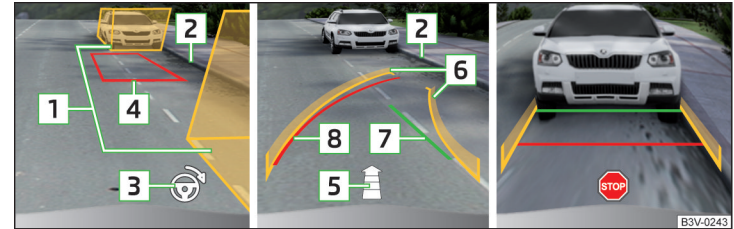

Abb. 186 Displayanzeige
- Das Fahrzeug so anhalten, dass sich kein Hindernis in der Lücke zwischen den Hilfsboxen **1** » Abb. 186 befindet und die hintere Box nicht über die seitliche Begrenzung der Parklücke **2** hinausreicht.